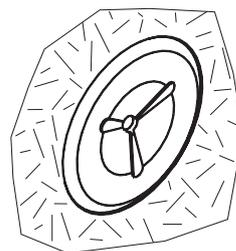
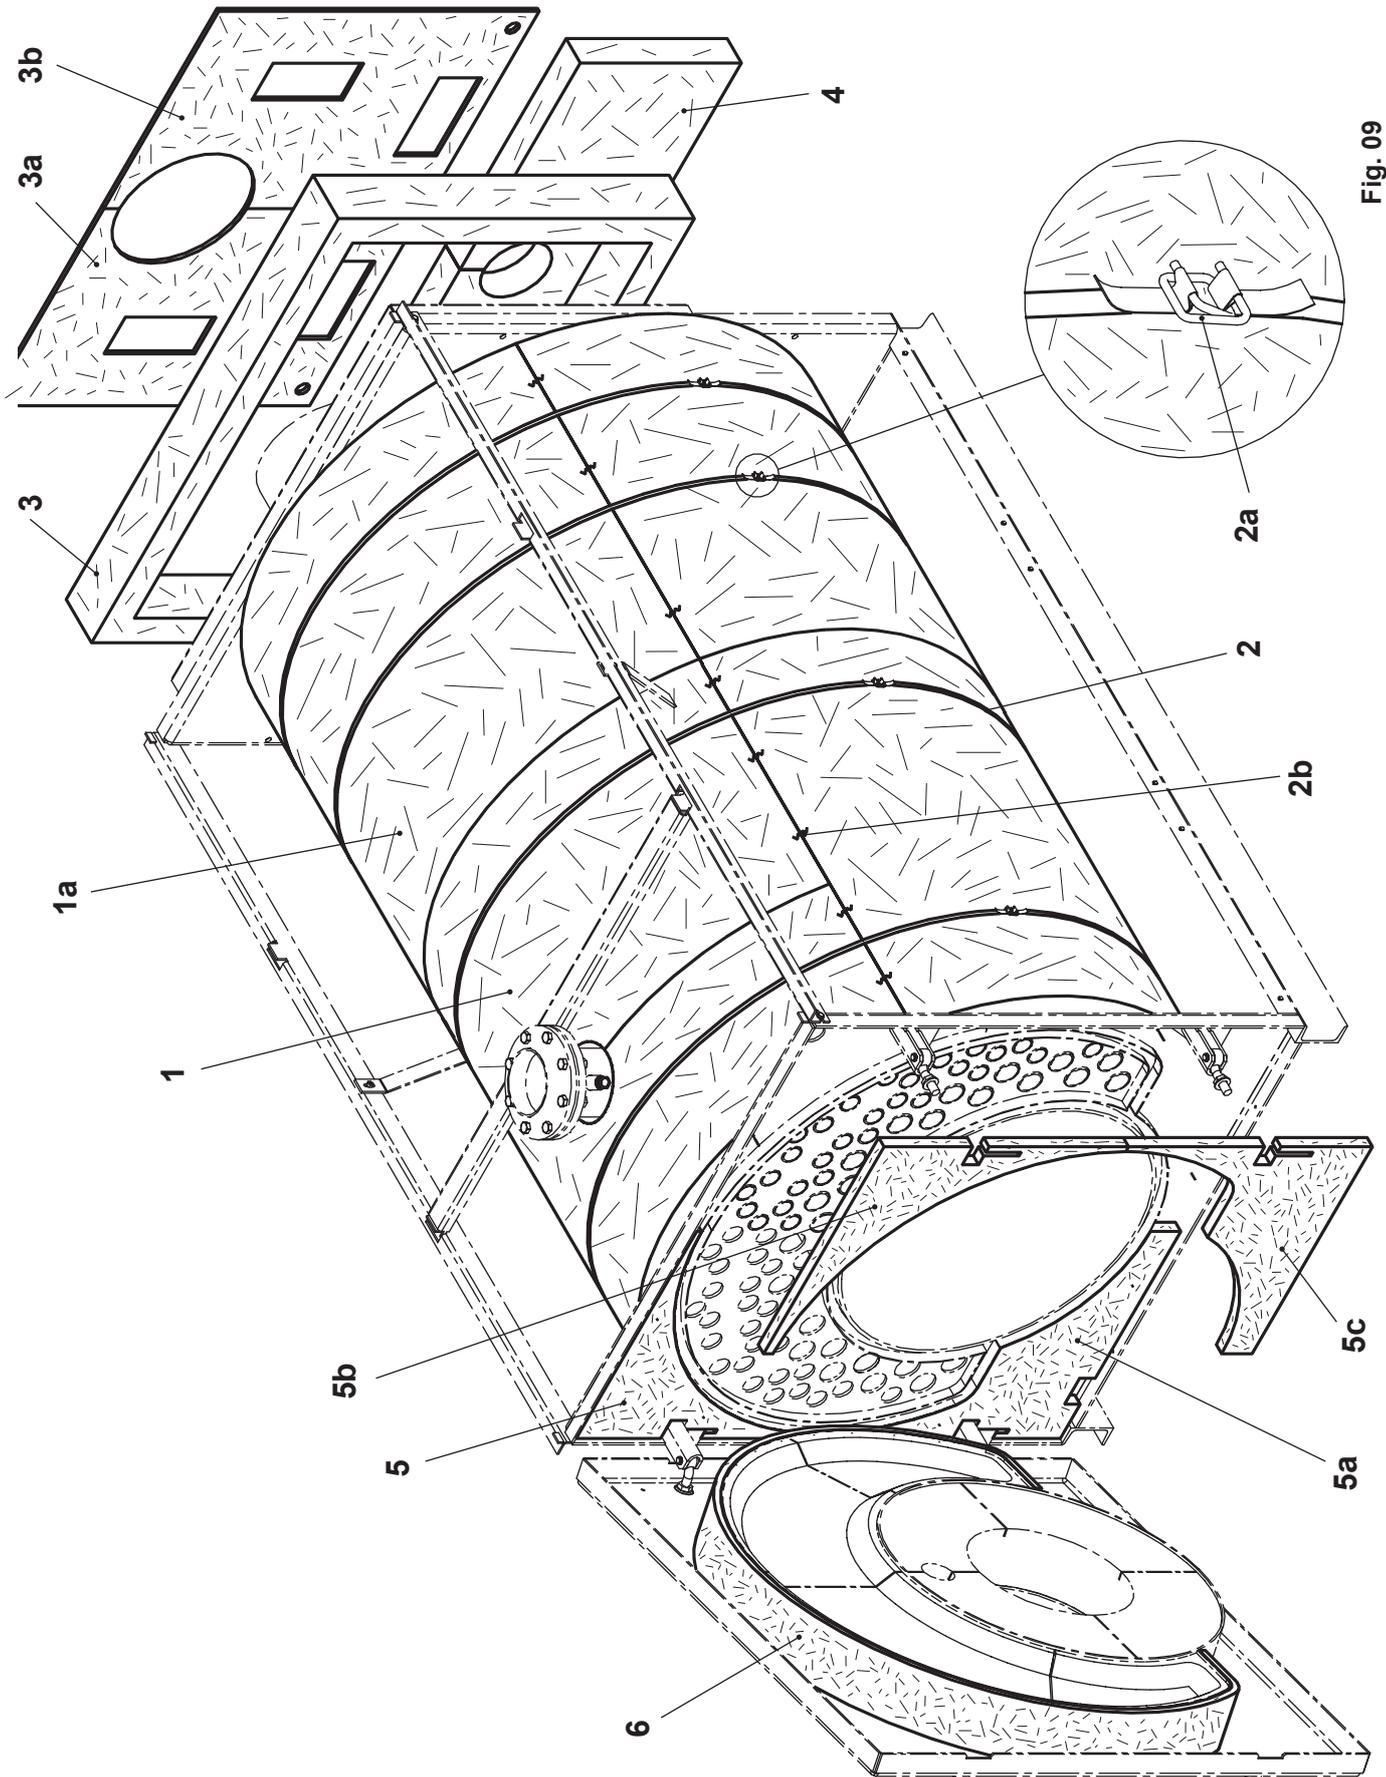

Fig. 08
Fig. 09
1. Placer les matelas d'isolation (1/1a, Fig. 09) autour du corps de chaudière (emplacement pour serrage sur le côté, partie noire vers l'extérieur).
2. Fixer les matelas thermique (1/1a) à l'aide de bandes plastiques (2) et de boucles de serrage (2a):
4. Bloquer le matelas isolant (4, Fig. 09) sur la paroi arrière dans les chevilles pré-soudées et le fixer à l'aide des rondelles de fixation (Fig. 08).
5. Bloquer les matelas isolants (5/5a/5b/5c, Fig. 09) sur la paroi frontale dans les chevilles pré-soudées et les fixer à l'aide des rondelles de fixation (Fig. 08).
6. Placer le matelas isolants (6, Fig. 09) autour de la bride pour pivotement et le fixer en bas avec des rondelles de fixation (Fig. 08).